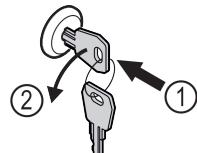

Fig. 161
- Iespiediet atslēgu. Fig. 161 (1)
- Grieziet atslēgu par 90° pretēji pulksteņrādītāja virzienam. Fig. 161 (2)